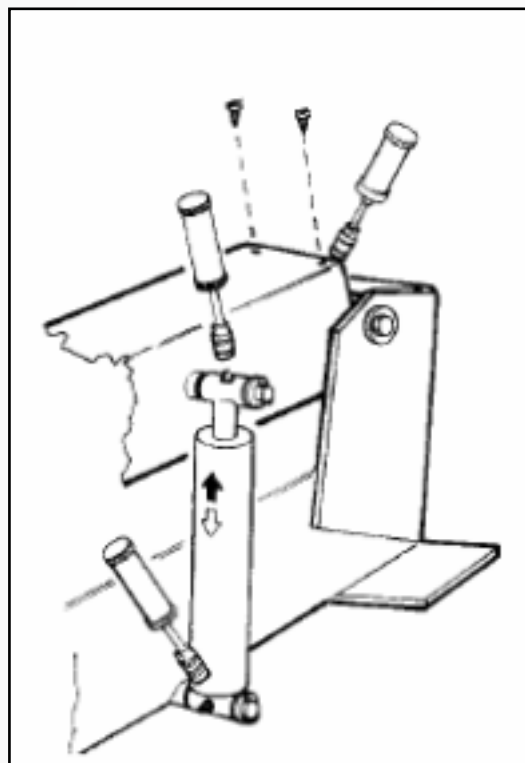

Рисунок 32
2) Время от времени наносить консистентную смазку на подъемный цилиндр кронштейна зажимного устройства и на его поворотный механизм. Наносите смазку через штуцеры (см. рис.32).